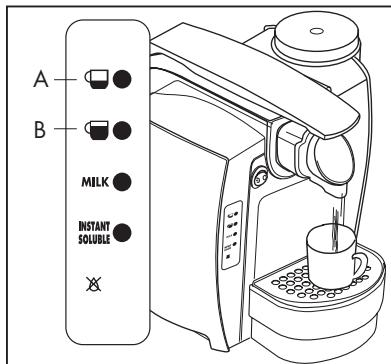

Fig.8
Grande tasse: Presser et garder la touche enfoncée (B). La machine commencera à distribuer l'eau. Une fois que le niveau d'eau désiré est atteint lâcher la touche (B). La machine interrompra alors la distribution d'eau et la quantité restera mémorisée pour les distributions futures. **(Fig.8)**
Petite tasse: Presser et garder la touche enfoncée (A). La machine commencera à distribuer l'eau. Une fois que le niveau d'eau désiré est atteint lâcher la touche (A). La machine interrompra alors la distribution d'eau et la quantité restera mémorisée pour les distributions futures. **(Fig.8)**